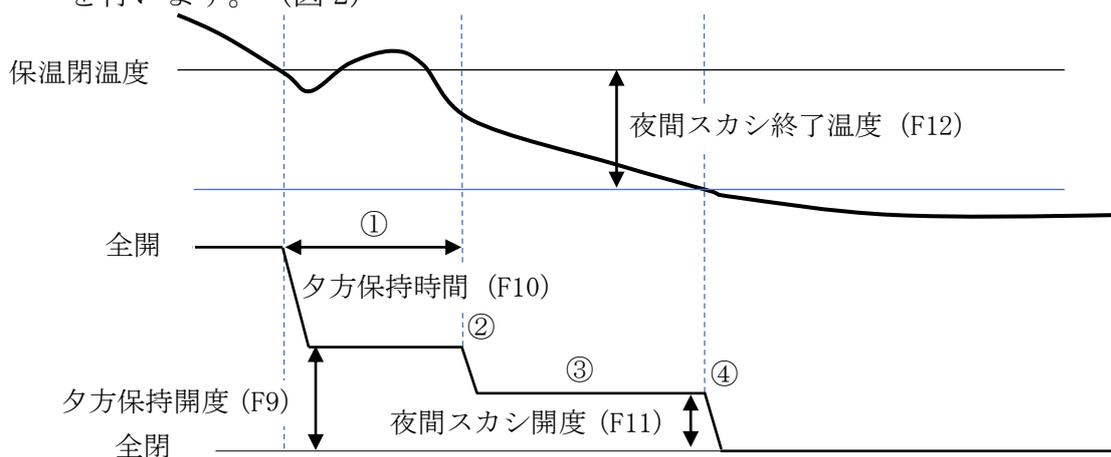

図1
- 動作：①保温閉時刻以降に室温が保温閉温度以下または、外気温度が“F15:夕方閉外気温度”以下になると“F9:夕方保持開度”まで保温カーテンを閉めて“F10:夕方保持時間”待機します。 ※
- ②“F10:夕方保持時間”後、室温および外気温度が保温閉温度以下であれば“F11:夜間スカシ開度”まで閉めます。
- ③“F10:夕方保持時間”後、室温かつ外気温度が保温閉温度を越えていれば保温閉温度以下まで待ち、再び“F10:夕方保持時間”開度を保持します。
- ④“F10:夕方保持時間”経過後、保温カーテンを閉めます。ただし、“F11:夜間スカシ開度”が設定してあればその開度まで閉めてスカシをします。
- ④室温が 保温閉温度 - “F12:夜間スカシ終了温度” 以下になるか、外気温度が“F13:夜間スカシ終了外気温度” 以下になると夜間スカシを中止し全閉します。(図1)